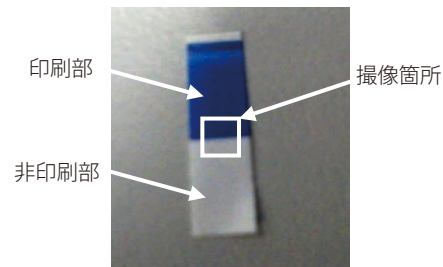
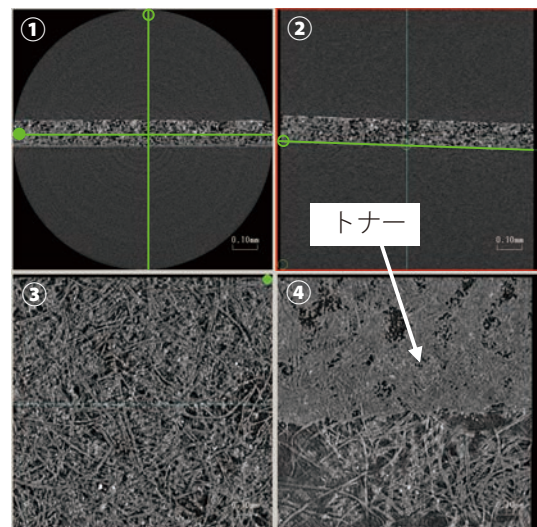

Fig. 3 普通紙外観 (印刷後)
Fig. 4 普通紙 MPR 画像 (印刷後)
次に、同じ普通紙にカラーレーザープリンタを用いて印刷したもの (Fig. 3) の CT 撮像結果を Fig. 4 に示します。
カラーレーザープリンタは、一般的に数 μm のトナー（粒子）を転写し熱によって定着させて印刷するため、紙内部に染込むことなく、表面にトナーが付着します。Fig. 4 の③に示すとおり紙の中央部付近では印刷前と印刷後に変化はありませんが、④において、紙表面にトナーが付着しているのがわかります。